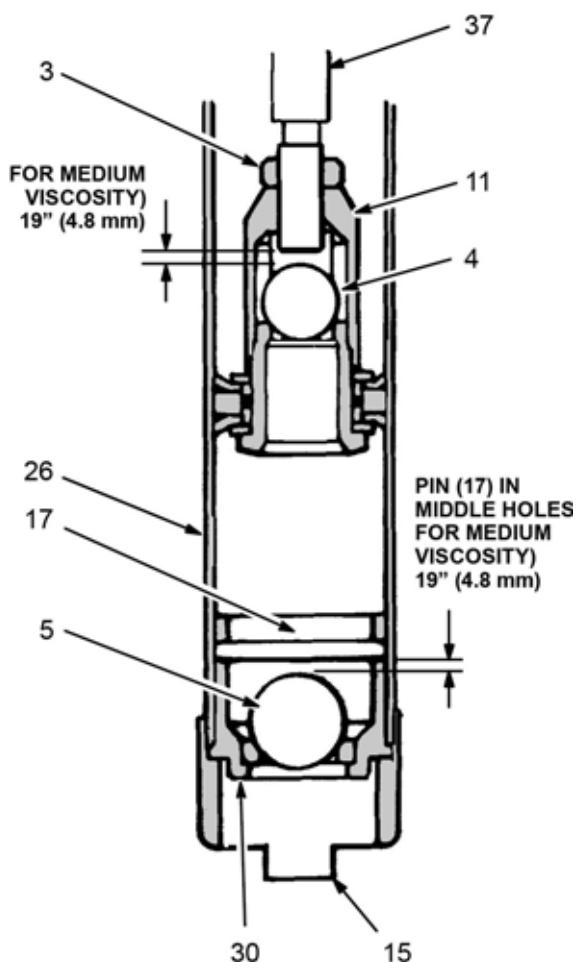

Fig. 3
För att justera kolvkulans rörelse, lossa låsmuttern (3) och vrid kolven (11) moturs för att öka kulans rörelse och medurs för att minska kulans rörelse. Kulans slaglängd ska vara 4,8 mm (0,19 tum) för vätska med medelhög viskositet. Se Fig. 3.